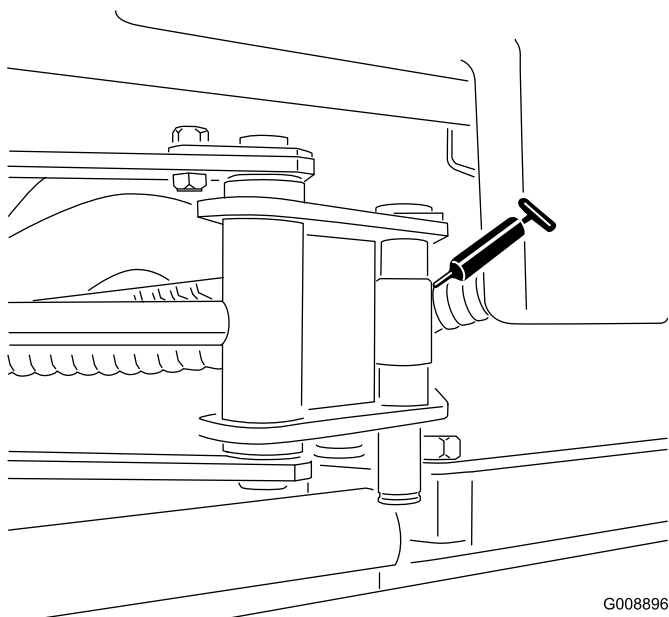

Рисунок 49
- Концы цилиндров SideWinder (2; только модель 03170) (Рисунок 49)